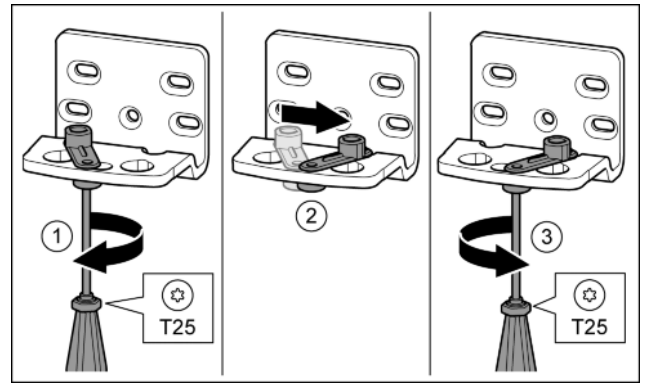

Fig. 14
- ▶ Отпустить винт отверткой T25. Fig. 14 (1)
- ▶ Приподнять фиксатор двери и, повернув на 90° вправо, вставить в отверстие. Fig. 14 (2)
- ▶ Затянуть винт отверткой T25. Fig. 14 (3)